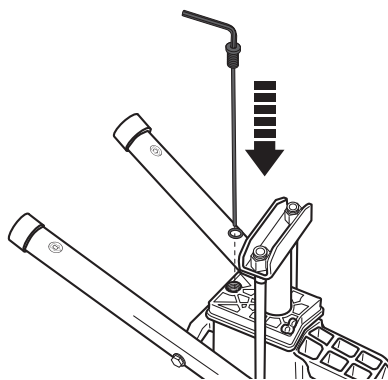

Fig. 8f
- > Desserrez la vis de vidange [21] et laissez l'huile s'écouler dans le récipient. Faites attention au joint (Fig. 8f).